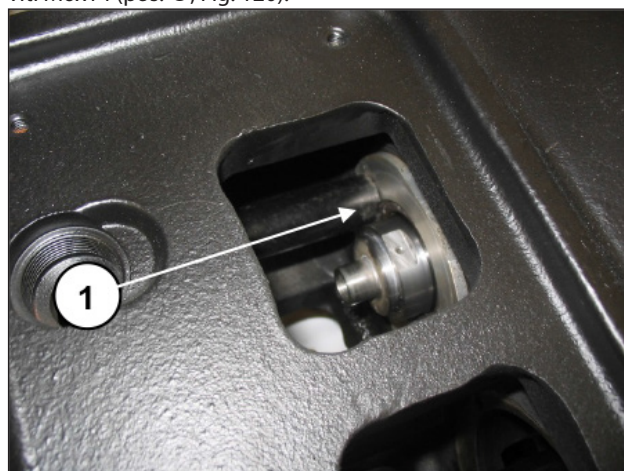
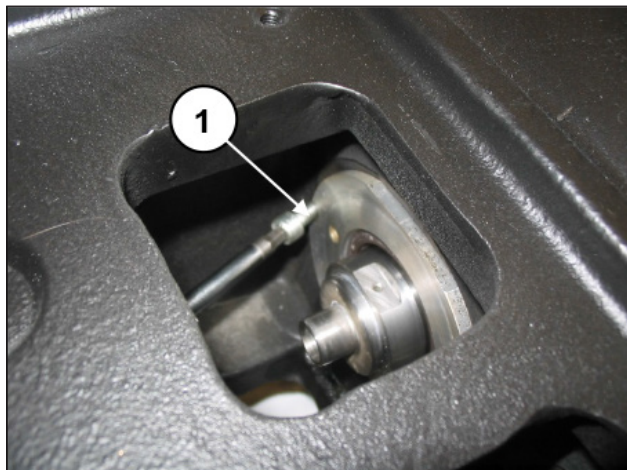

Fig. 119
Fig. 120
Assicurarsi che il coperchio entri completamente in sede (pos. ①, Fig. 119) facendo attenzione a non danneggiare il labbro del paraolio. Avvitare i coperchi paraolio mediante 2 viti M6x14 (pos. ①, Fig. 120).